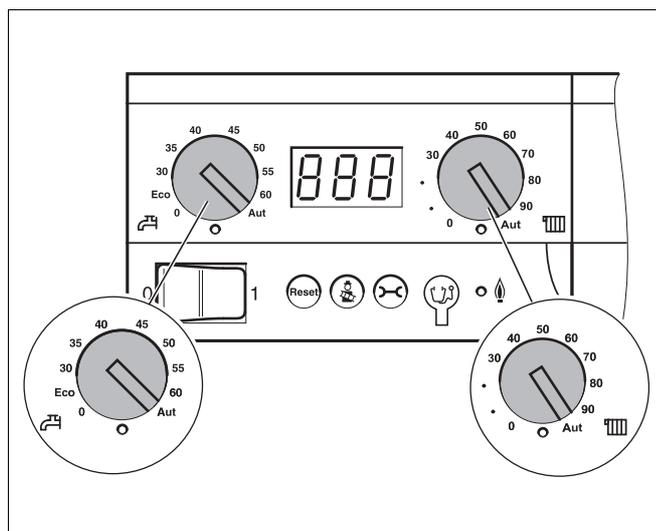

Fig. 4 Regolatore di base Logamatic BC10
- ▶ Ruotare le due manopole (fig. 4) del dispositivo di controllo base Logamatic BC10 su "Aut" (esercizio automatico). In questa posizione, il controllo viene effettuato dall'unità di servizio RC35.